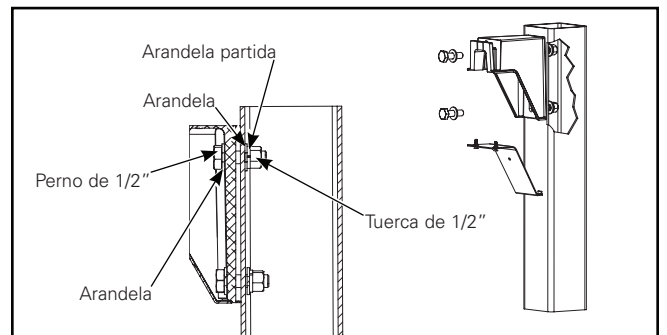

Figura 11.
3. Usando las herramientas provistas de 1/2", asegure el brazo de montaje del poste al poste. Apriete los pernos a 40 ft-lb. (Figura 11.)